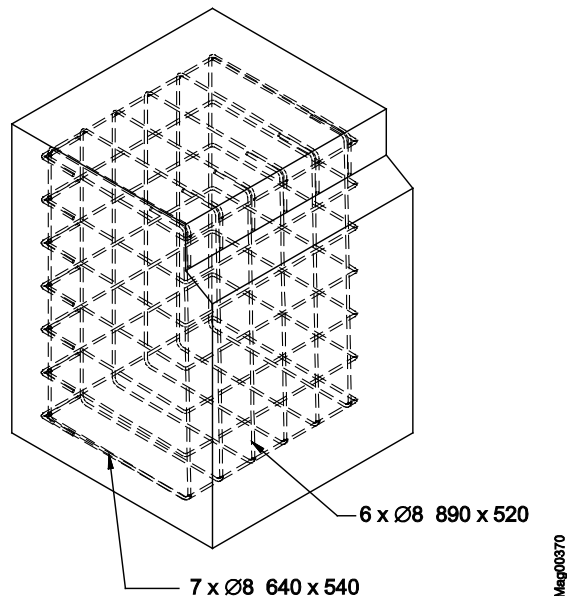

Abb. 16: Armierungsgeflecht Access XL2 und Access XXL (Maße in mm)
2. Armierungsgeflecht gemäß Abb. 16 im Fundamentloch verlegen.